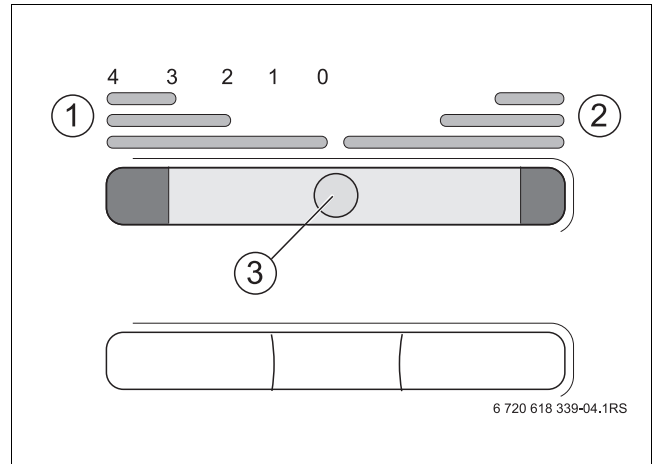

Bild 5 Verbrennungsluftschieber an der Aschetür
- ▶ Verbrennungsluftschieber [3] von der Mittelstellung ausgehend nach rechts führen (→ Bild 5)
- ▶ Verbrennungsluftschieber [3] von der Mittelstellung ausgehend nach links führen (→ Bild 5).
- ▶ Verbrennungsluftschieber nach rechts schieben, um die Heizleistung einzustellen (→ Bild 5).